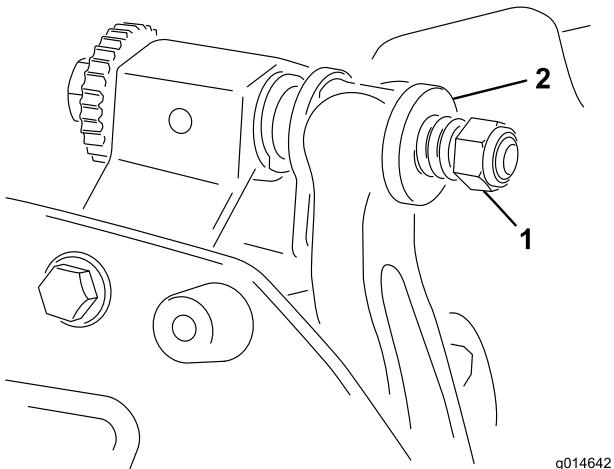

Bild 16
6. Ziehen Sie die Federspannungsmutter an, bis die Feder zusammengedrückt ist, drehen Sie sie dann eine 1/2 Umdrehung heraus (Bild 16).